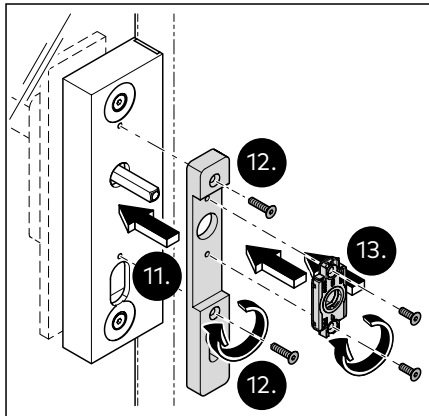

Abb. 35 Die Grundplatte an der Schlosstasche fixieren
11. Die Grundplatte auf die Schlosstasche setzen (Abb. 35).